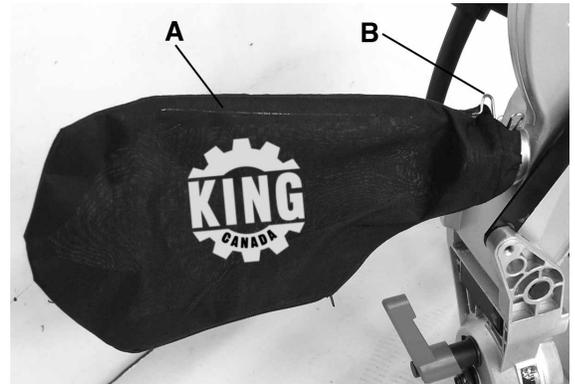

FIGURE 3
1. Pincez l'attache (B) Fig.3 du sac à poussière, ensuite glissez l'ensemble du sac à poussière (A), à la sortie de poussière sur le protège-lame supérieur, tel que montré à la Fig.3.